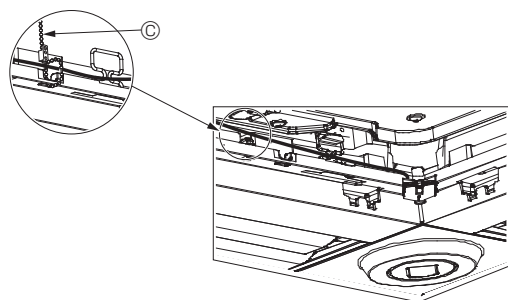

Fig. 10-12
- Zeker de bedrading van de i-See-sensor en signaalontvanger op het paneel met de clip zoals aangegeven in de tekening, zodat er geen speling in de bedrading zit en snij vervolgens het overbodige eind van de clip af. (Fig. 10-12)
- Als de positie van de i-See-sensor is gewijzigd van de positie "o" (E) naar de positie "□" (F), wijzig dan de functie-instellingen. (Zie pagina 62.)